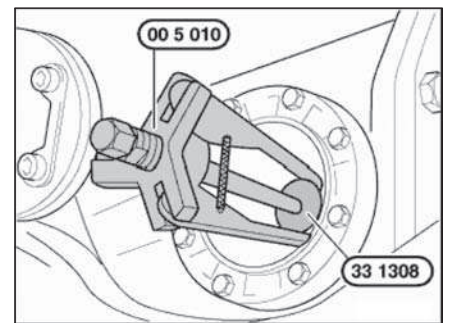

Рис. 17.11. Снятие сальника
- Используя монтировку, выпрессовать выходной фланец (11, см. рис. 17.4), исключив повреждение пыльников. Вынуть сальник с помощью приспособлений «00.5.010» и «33.1.308» (рис. 17.11).